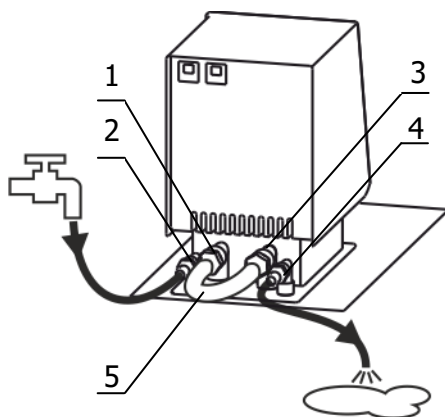

Рисунок 4 — Установка перемычки и подача воды
2.2.5 Соединить шлангом-перемычкой 5 (рисунок 4) из комплекта поставки термостата входной 1 и выходной 3 штуцеры насоса блока регулирования. Закрепить перемычку на штуцерах, используя хомуты из комплекта поставки термостата.
2.2.6 Для работы термостата при температурах теплоносителя, близких к окружающей температуре, может потребоваться дополнительное охлаждение с помощью встроенного теплообменника. В этом случае необходимо подключить термостат к водопроводной сети или специальному холодильному устройству при помощи шлангов, присоединенных к штуцерам теплообменника 2 и 4 (рисунок 4). Поток охлаждающей жидкости должен быть равномерным и, по возможности, небольшим. Дополнительное охлаждение не требуется, если температура теплоносителя выше температуры окружающей среды более чем на 15 °С.